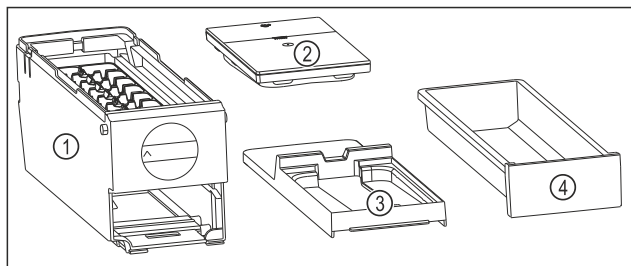

Fig. 133 Componenti dell'EasyTwist-Ice
- ▷ L'EasyTwist-Ice è scomposto in quattro parti. (vedere Fig. 133)
- Smontare l'EasyTwist-Ice scomponendo solo gli elementi rappresentati in figura. (vedere Fig. 133)
- Pulire l'intero corpo dell'EasyTwist-Ice Fig. 133 (1).